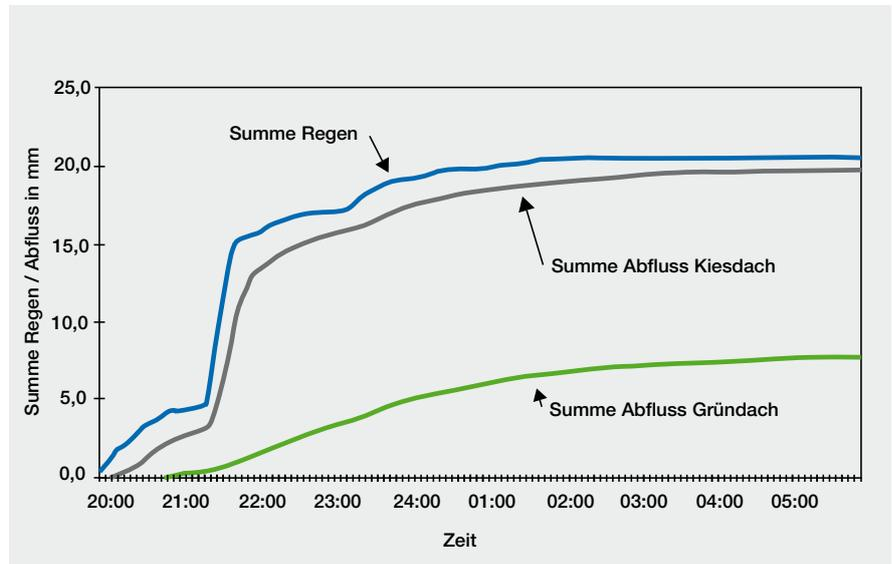

Abb. 1: Summenkurve Regen in Burgdorf (Nacht vom 2. auf 3. August 1996)
(Abb. 1)
(siehe Abb.1+2 auf Seite 7)
**Abb. 1:** Beispiel Dachrandabschluss: Die Höhe von Dachrandabschlüssen ist in den Flachdachrichtlinien geregelt. Über Oberfläche Belag oder Kiesschüttung fordern die Richtlinien bei Dachneigungen bis 5° mind. 10 cm und bei Dachneigungen über 5° mind. 5 cm Höhe des Dachrands.